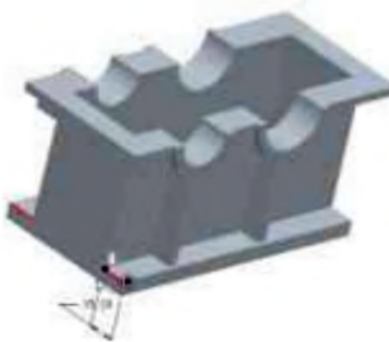

图 1-31
4) 在模型树中选中上一步所创建的螺栓孔，单击基础特征工具栏中的“阵列”按钮 ，系统弹出阵列操控板，在阵列类型下拉框中选择“方向”选项。在阵列操作板中的  框中单击，然后选取如图 1-31 所示的边作为第一阵列方向的参照，输入该阵列方向的阵列子特征数目为 2，阵列间距值设为 156，此时模型的状态如图 1-31 所示。